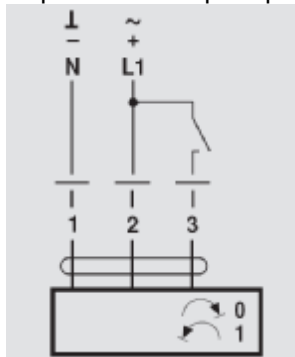

Рис. 3
8. При управлении откр/закр (Рис.3):